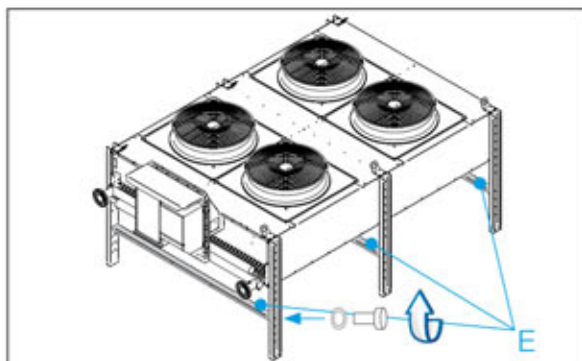

FIG.32
- Fixer les barres de renfort "E" au moyen des vis et rondelles fournies (FIG.32).